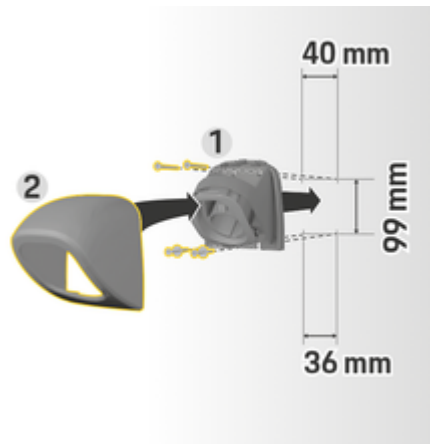

図. 105 ドリル寸法
1. コネクタースラスナー1 (図. 105) をカバー2 (図. 105) から取り外します。
4. コネクタースラスナー1 (図. 105) を壁にネジ留めしてください。
5. カバー2 (図. 105) をコネクタースラスナー1 (図. 105) に下から取り付け、押し上げてください。